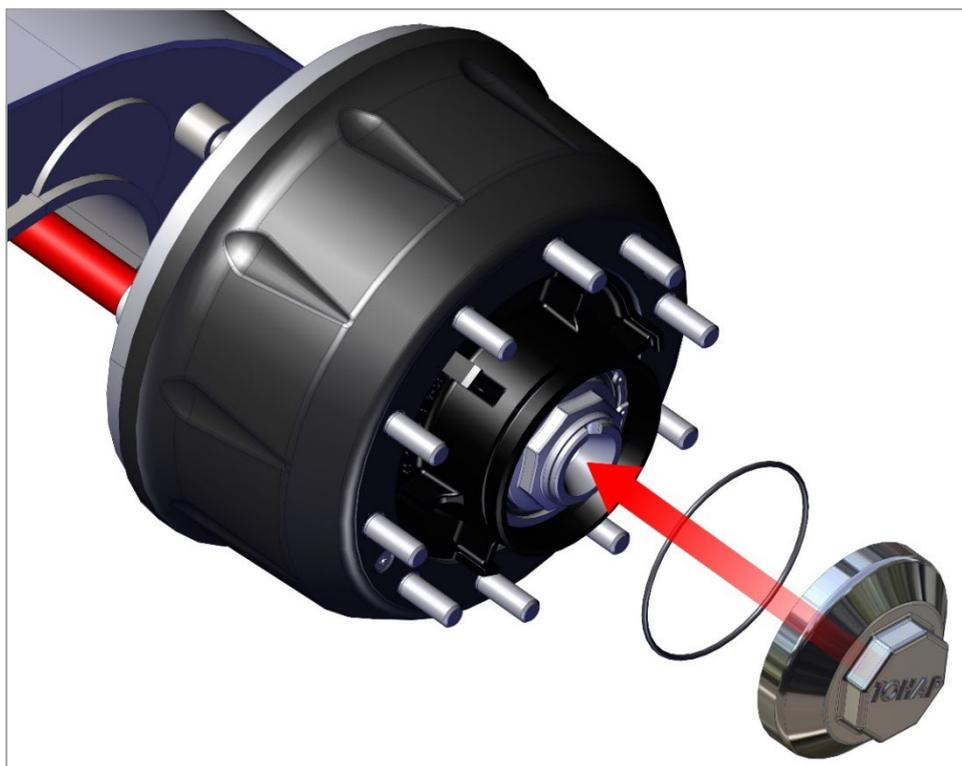

Рис. 21. Монтаж крышки ступицы колеса с резиновым уплотнительным кольцом.
3) Установите крышку ступицы колеса с резиновым уплотнительным кольцом (рис. 21).